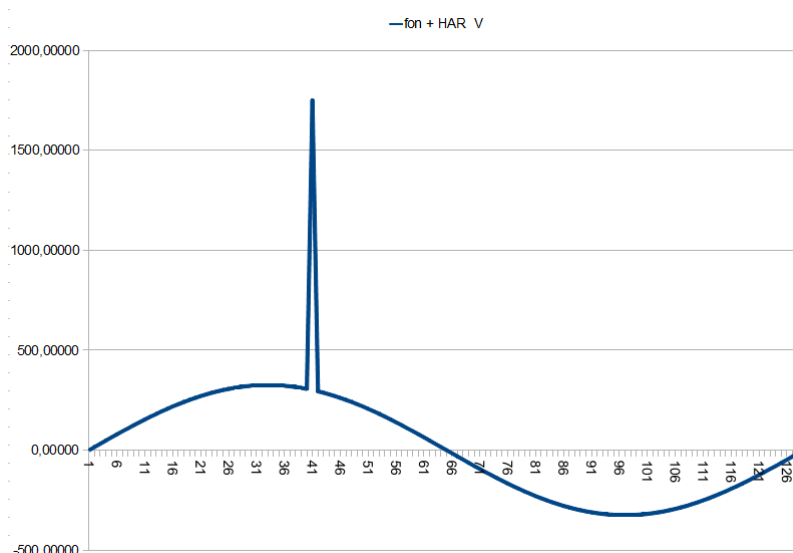

Figura 30: Stany przejściowe wykryte przy współczynniku odkształcenia 90,0.
**Figura 30** pokazuje zakłócenia wykryte przy konfiguracji współczynnika odkształcenia **90,0**.